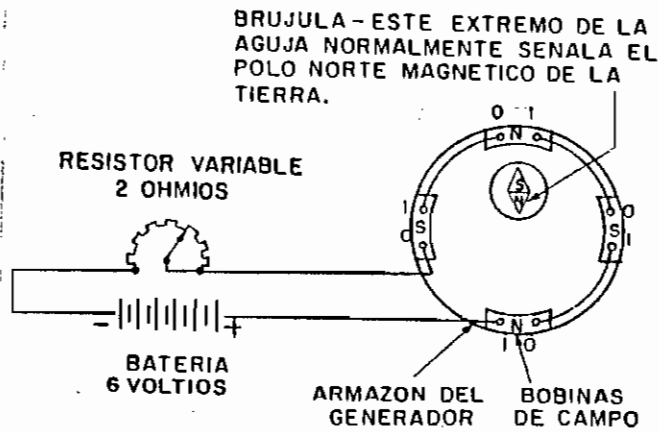

Fig. 41. Diagrama de conexiones para verificar la polaridad de las bobinas de campo
7. Si se va a instalar un juego completo de bobinas en la armazón, aplíquese una prueba de polaridad, excitando el circuito por intermedio de una batería. Verifíquese luego la polaridad con una brújula (véase la Fig. 41).